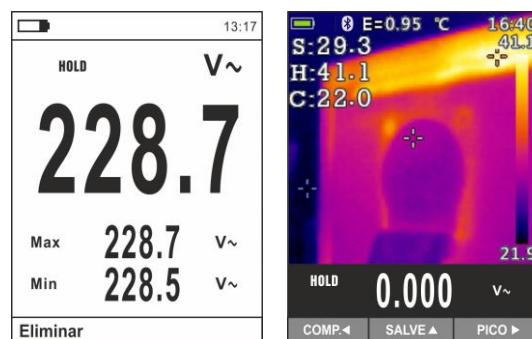

Fig. 19 Eliminação e partilha das imagens abertas
28. Premir o botão **HOLD/REL** na imagem que se pretende abrir. Os ecrãs da Fig. 19 – parte esquerda são apresentados no display